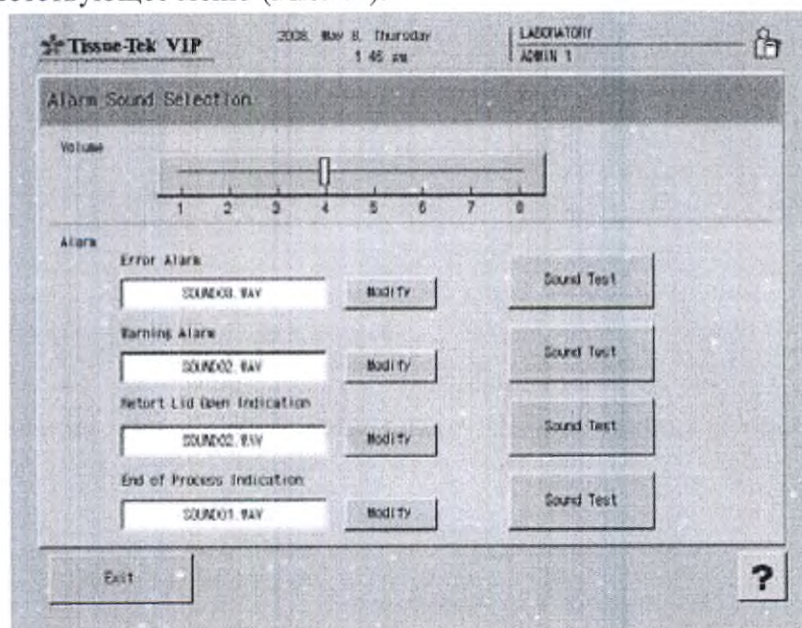

Рис. 49 Выбор звуковых сигналов
- Появится соответствующее меню (Рис. 49).